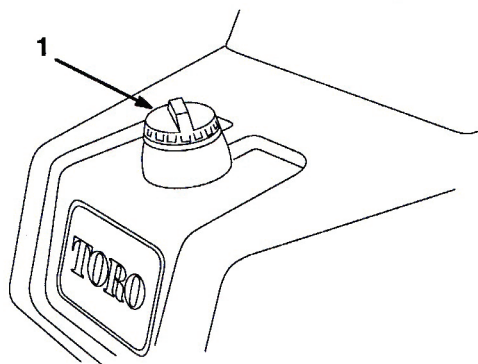

図14
1. 燃料タンクのキャップの周囲をきれいに拭いてからキャップを取る（図14）。燃料を補給する時は、タンク上面から約25 mm下のレベルを超えて給油しない。これは、温度が上昇して燃料は膨張したときにあふれないように空間を確保するためである。燃料タンク一杯に入れないこと。